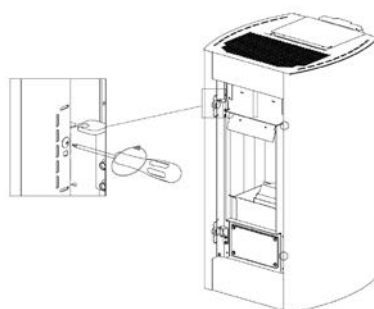
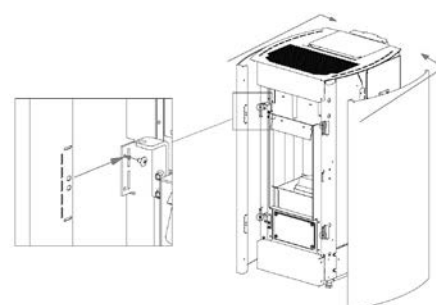

Fig. 57 - Verwijder de schroeven
Fig. 58 - Verwijdering zijpanelen
- Draai de 6 schroeven vooraan los en verwijder de zijpanelen (zie **Fig. 57** en **Fig. 58**).